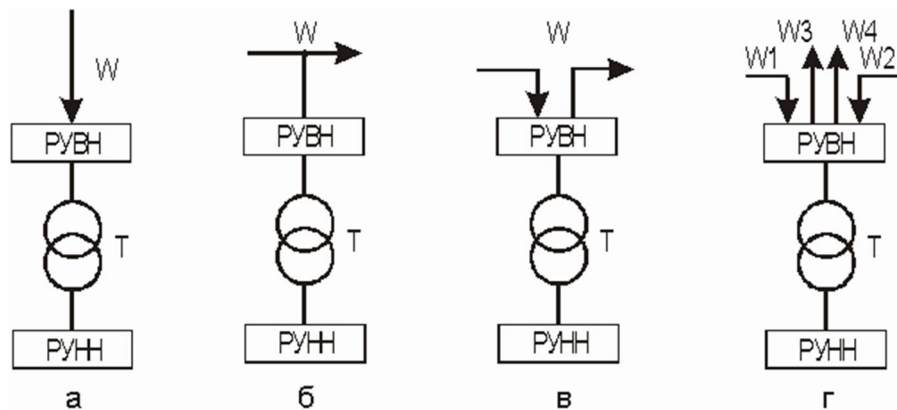

Рисунок 1. Типы понижающих подстанций
- тупиковые или ответвительные, присоединяемые к концу линии (рис. 1, а – тупиковые); или присоединяемые глухой отпайкой к одной или двум проходящим линиям (рис. 1, б – ответвительные);
- проходные, которые включаются в рассечку одной или двух линий (рис. 1, в);
- узловые или опорные, имеющие не менее двух питающих и несколько отходящих линий (рис. 1, г).
Любая понижающая подстанция (рисунок 1) содержит следующие основные части: распределительное устройство высшего напряжения РУВН, один или два (иногда более двух) трансформатора, распределительное устройство низкого напряжения РУНН.